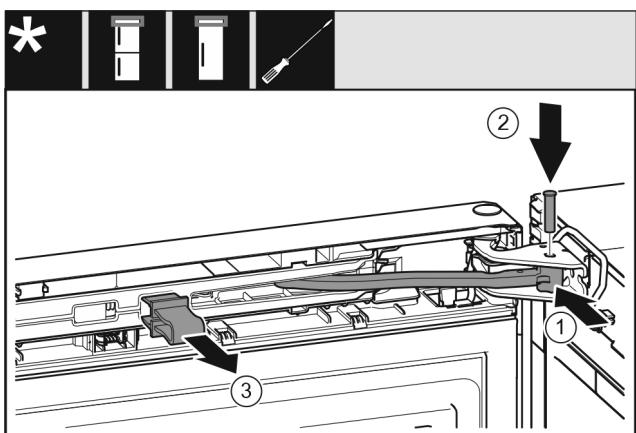

Fig. 21
- Περιστρέψτε την άρθρωση στο στήριγμα. Fig. 21 (1)
- Τοποθετήστε τον πείρο στο στήριγμα και στην άρθρωση. Βεβαιωθείτε ότι το έκκεντρο ασφάλισης εφαρμόζει σωστά στην εγκοπή. Fig. 21 (2)
- Αφαιρέστε την ασφάλεια. Fig. 21 (3)